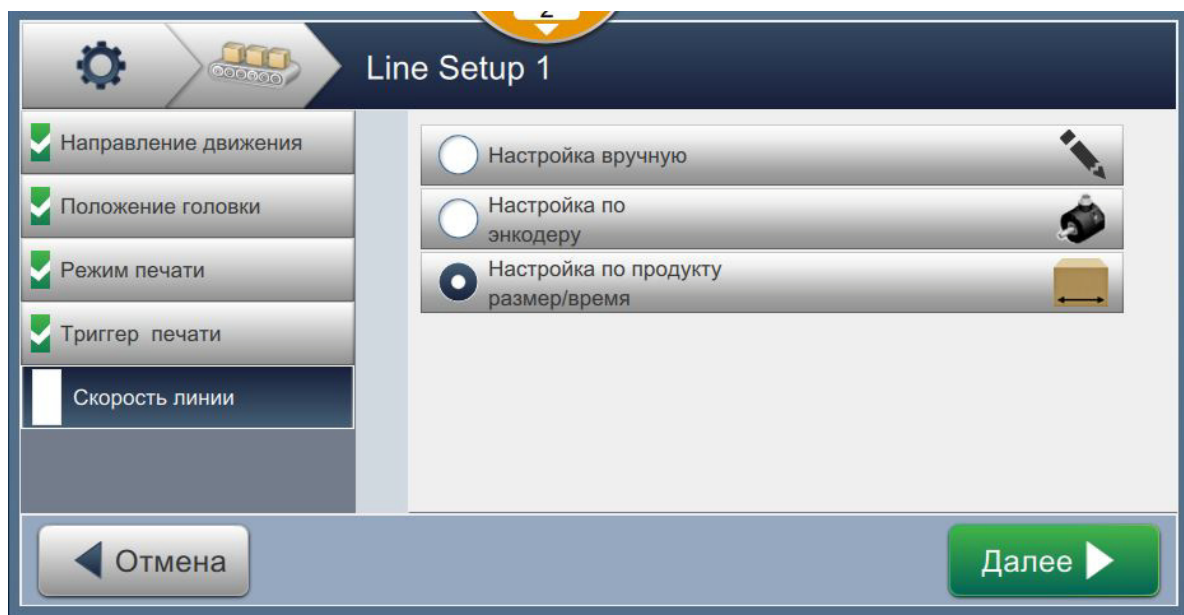

Рис. 6-35: Скорость линии – определяется энкодеру
2. Измените нужные настройки на экране «Параметры», как показано на Рис. 6-35.